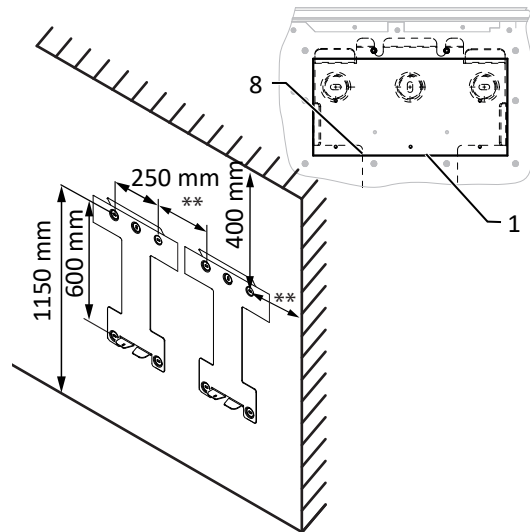

Abb. 14: Wandmontage
- Mindestabstände bei der Montage: [Siehe Abbildung 14 [► Seite 21]]
2. Gerät über die Gehäuseaussparung auf der Geräterückseite in die Halterung einhängen ([Siehe Abbildung 14 [▶ Seite 21]]).